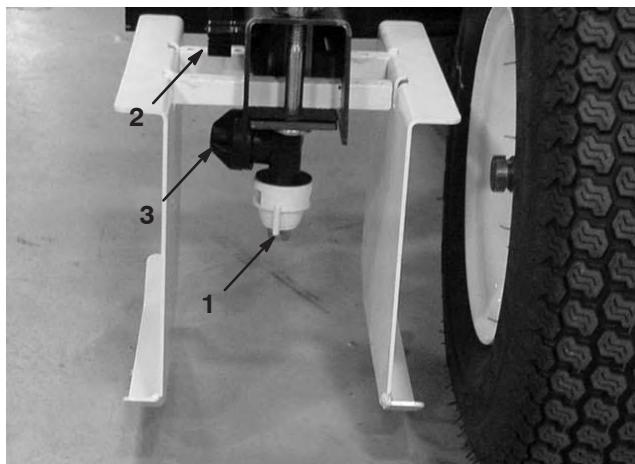

Bild 22
4. Lösen Sie die Schraube, mit der das Rohr der Farbdüse am Arm des Spritzgestänges befestigt ist (Bild 22).